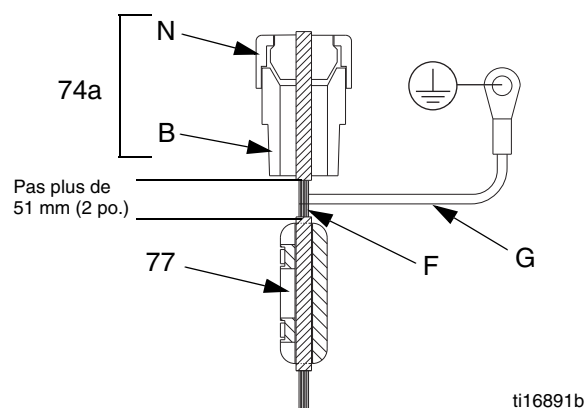

FIG. 11. Fil extérieur du circuit de l'IS
19. Passez le fil extérieur et la protection à travers le réducteur de tension conducteur (74a) et branchez-le aux connecteurs J2 et J3. Consultez la FIG. 11 et les **Schémas électriques** page 10.
20. Consultez la FIG. 11. Serrez fermement l'écrou (N) sur le réducteur de tension conducteur (74a). Installez la ferrite (77) sur le fil extérieur (F), à moins de 51 mm (2 po.) du bas du réducteur de tension conducteur (74a). Installez le fil de terre (G) à la vis de mise à la terre dans la boîte de jonction.
21. Installez le nouveau joint (33), le capot (34) et les six vis (12).
22. Retirez l'ancienne étiquette (L) du capot du circuit imprimé (34). Fixez la nouvelle étiquette (L) sur le capot.
23. Calibrez le capteur en saisissant les informations de calibrage inscrits sur la nouvelle étiquette (L) :
24. Réinstallez le capot (32) avec les deux vis (12).